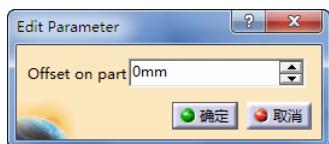

图 3-243 定义零件余量（15）
- 定义零件余量（15）。双击“Sweeping.1”对话框中的“Offset on part”，弹出“Edit Parameter”对话框，可设置余量大小为“0mm”，如图 3-243 所示。